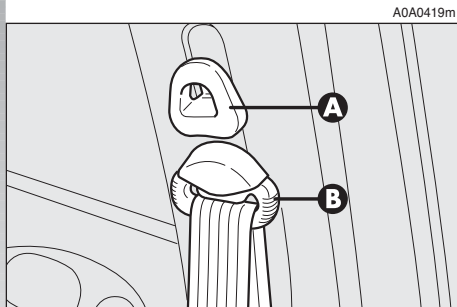

fig. 43
Para regularlos es necesario subir o bajar la empuñadura (A-fig. 43) del mecanismo de bloqueo, desplazando contemporáneamente la argolla oscilante (B) a la posición más apropiada.
Después de su regulación, compruebe siempre que el cursor al que está fijada la argolla (B-fig. 43) esté bloqueado en una de las posiciones predispuestas. Por lo tanto, después de soltar la empuñadura (A-fig. 43) empújelo hacia abajo para permitir que el dispositivo de fijación se bloquee en caso de que no estuviese bien fijado en una de las posiciones establecidas.